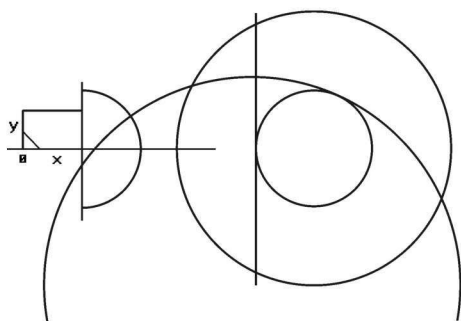

图 2-15
(8) 为了画 $R=50$ 圆, 需要作辅助线, 在 $(60, 0)$ 作铅垂线, 长度为 70。
(9) 以右侧圆心 (75, 0) 为圆心, 选择 **圆心_半径** 菜单, 以 R=35 绘制
(10) 以 A 点为圆心, 选择 菜单, 以 $R=50$ 绘制圆, 如图 2-15 所示。